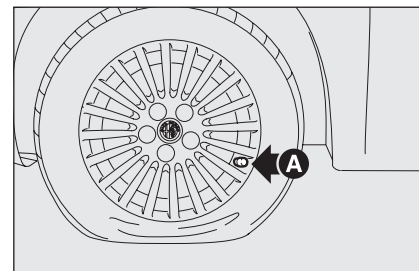

fig. 13
- ☐ posizionare la ruota per l'intervento con la valvola **A**-fig. 13 rivolta come illustrato in figura dopodiché **azionare il freno a mano**, quindi estrarre il kit di riparazione rapida ed appoggiarlo sul terreno vicino alla ruota;